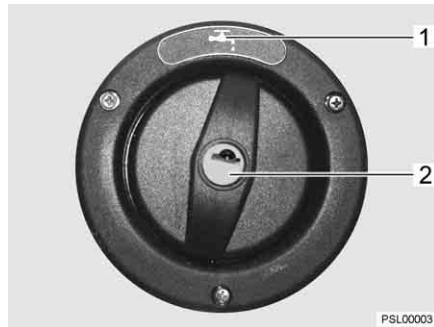
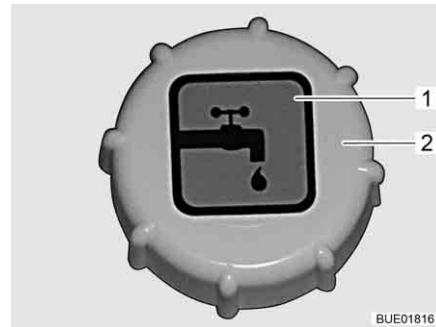

Bild 71 Verschlussdeckel für Trinkwasser-Einfüllstutzen (Viseo)
Bild 72 Verschlussdeckel für Trinkwasser-Einfüllstutzen (Elegance)
- ▷ Der Trinkwasser-Einfüllstutzen ist mit dem Symbol "☕" (Bild 71,1 bzw. Bild 72,1) gekennzeichnet.
- ▷ Das Öffnen und Schließen des Verschlussdeckels (Bild 71,2 bzw. Bild 72,2) ist in Abschnitt 10.2 beschrieben.